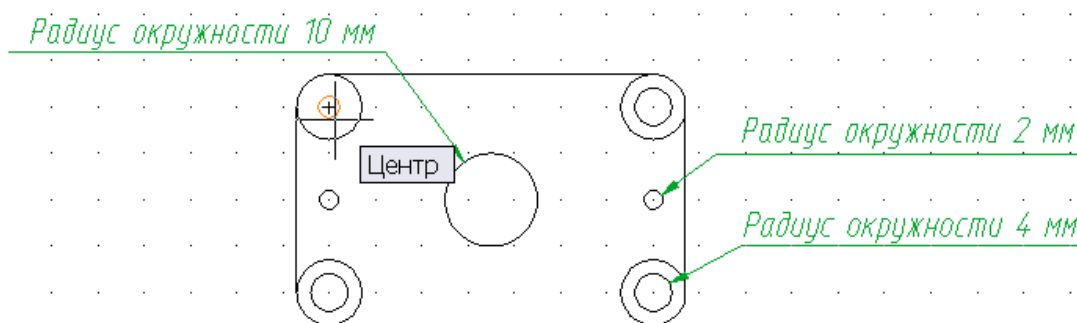

Рис. 1.48. Плоская фигура
Вызовите команду **КРУГ** и постройте четыре окружности радиусом 4 мм (рис. 1.48), используя режим объектной привязки **Центр**.
Центр круга или: *Подведите курсор к центру окружности радиусом 8 мм, появится желтый маркер в виде круга и подсказка «Центр» (рис. 1.48). Зафиксируйте центр щелчком мыши.*
1.6. Создайте окружность в центре детали радиусом 10 мм и две окружности по бокам детали радиусом 2 мм, используя режим **Объектного отслеживания** (рис. 1.48).